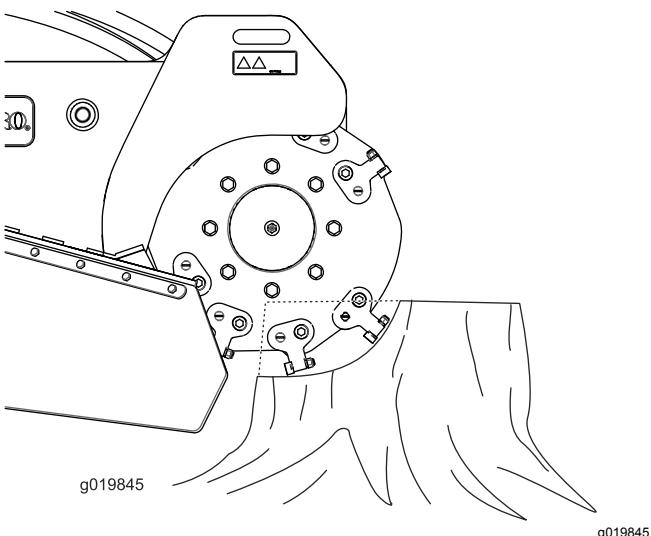

Bild 20
2. Positionieren Sie die Fräse mit dem Fräsensteuerhebel und dem Fahrantriebshebel zu einer Seite an der Vorderseite des Baumstumpfs, ca. 2,5 cm unter der Oberfläche (Bild 20).
4. Pendeln Sie die Fräse langsam mit dem Fräsensteuerhebel über die Oberfläche des Baumstumpfs und schneiden Sie Splitter ab (Bild 20).